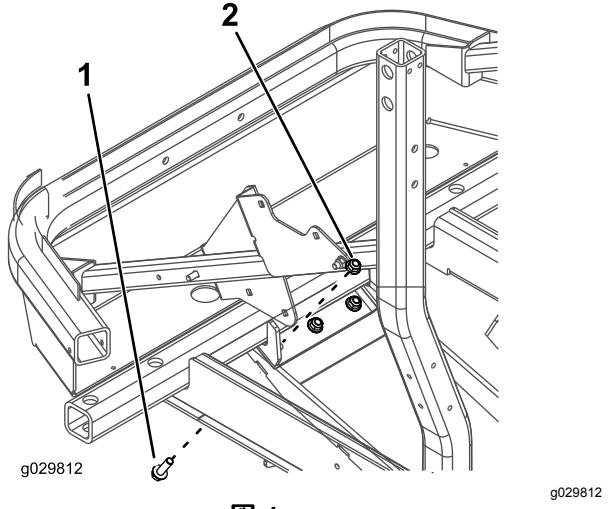

図1
- スキッドアセンブリからボルト3本とナット3個を外す図1。